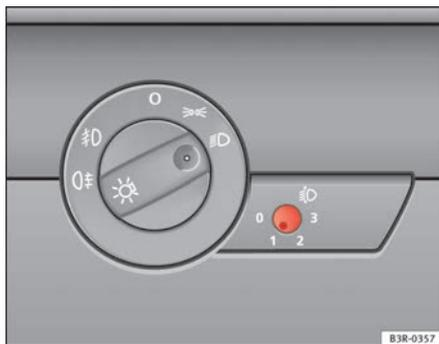

Fig. 89 Regulación del alcance de las luces
- Pulse brevemente el botón  => fig. 89, para sacarlo de su posición de ajuste.